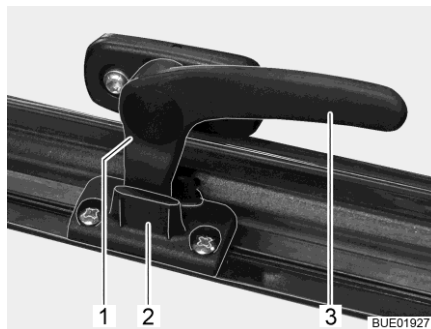

Fig. 18 Palanca de bloqueo en la posición de "ventilación continua"
- En la posición "ventilación continua" (Fig. 18)
- Girar la palanca de bloqueo (Fig. 18,3) un cuarto de vuelta hacia la mitad de la ventana.
- Girar la palanca de bloqueo un cuarto de vuelta hacia el marco de la ventana. El saliente de bloqueo (Fig. 18,1) se ha de introducir para ello en el rebaje del bloqueo de la ventana (Fig. 18,2).